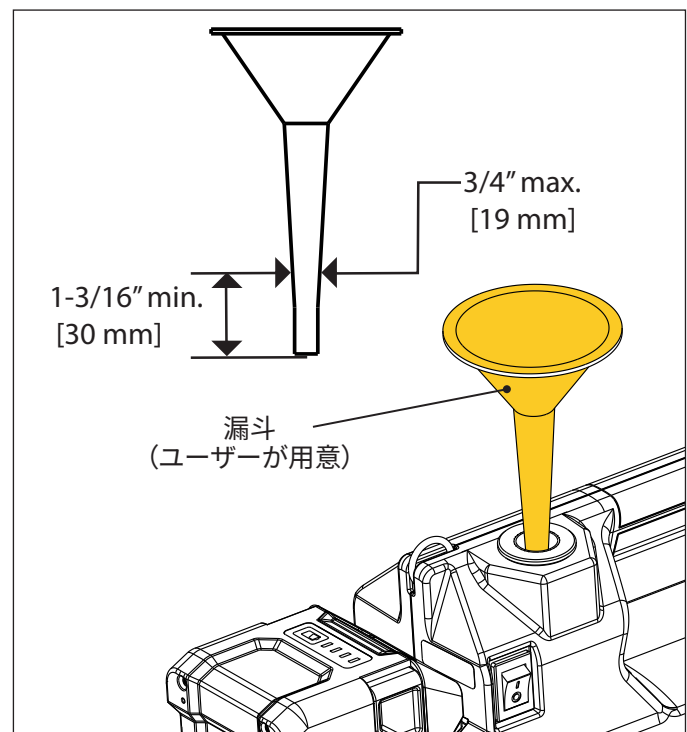

図14: 漏斗を使用したオイルの追加
6. 充填口に漏斗(足部分の外径が最大3/4" [19 mm]、長さが1-3/16" [30 mm] 以上)を置き、オイル充填チューブに挿入します。図14を参照してください。